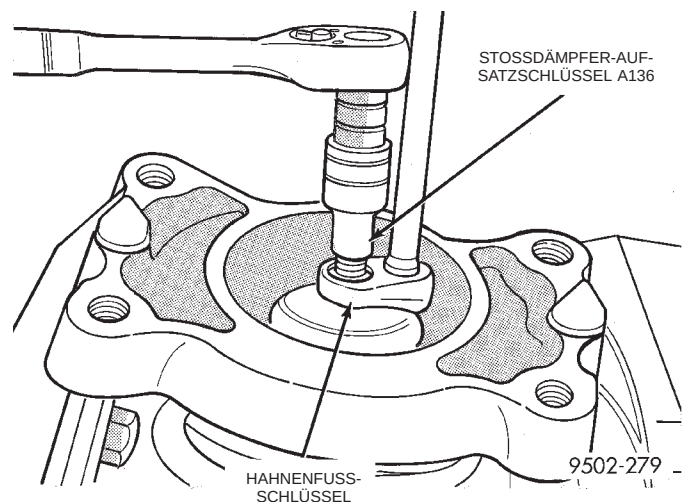

Abb. 87 Mutter der Kolbenstange/Stoßdämpfer aus-/einbauen
(4) Den Steckschlüssel, Aufsatz A136 oder ein gleichwertiges Werkzeug, auf die Kolbenstange/Stoßdämpfer aufstecken (Abb. 87), um sie zu fixieren. Dann die Mutter von der Kolbenstange abschrauben.
(11) Den Steckschlüssel, Aufsatz A136 oder ein gleichwertiges Werkzeug, auf die Kolbenstange/Stoßdämpfer aufstecken (Abb. 87), um sie zu fixieren. Dann die Mutter auf die Kolbenstange aufschrauben und mit einem Hahnenfuß-Schlüssel (Abb. 87) mit einem Anzugsmoment von 55 N·m (40 ft. lbs.) festziehen.
(12) Federspanner gleichmäßig lockern, bis die Feder völlig entspannt ist. Dann die Restspannung des Werkzeugs lösen und das Werkzeug abbauen.
(13) Haltelasche vom Stoßdämpfer abschrauben, bevor der Stoßdämpfer im Fahrzeug eingebaut wird.
(14) Federbein wieder in das Fahrzeug einbauen. Näheres hierzu siehe Abschnitt "Federbein einbauen" in diesem Kapitel des Werkstatthandbuchs.